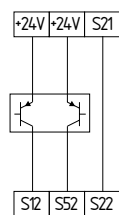

Fig. 13
**Comando de dois canais de um dispositivo de protecção orientado para segurança (baseado em microprocessadores) com saídas de semicondutores de comutação P, por exemplo, AOPD's, conforme EN IEC 61496 (ver Fig. 13)**